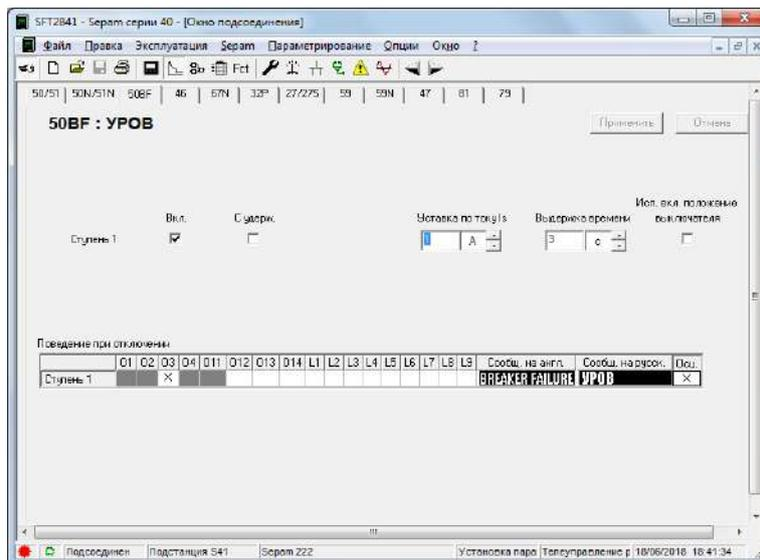

Рисунок 6.6 – Окно «50BF уставки устройства резервирования отказа выключателя»
10. На иконке панели инструментов расположены параметры уставок, на вкладке 50BF расположены уставки устройства резервирования основного выключателя (рис. 6.6).